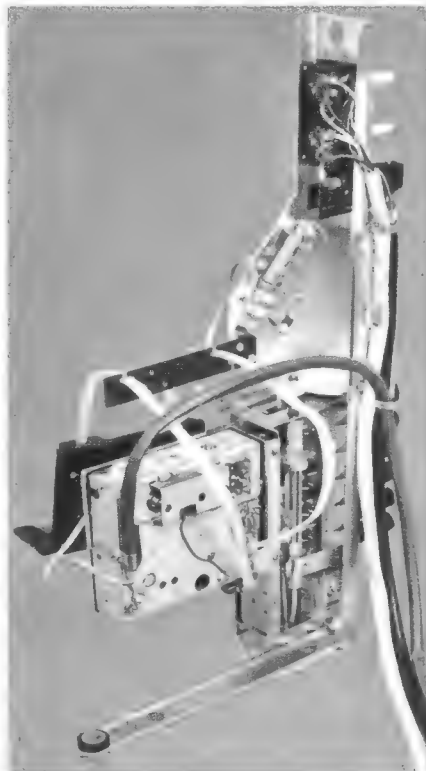
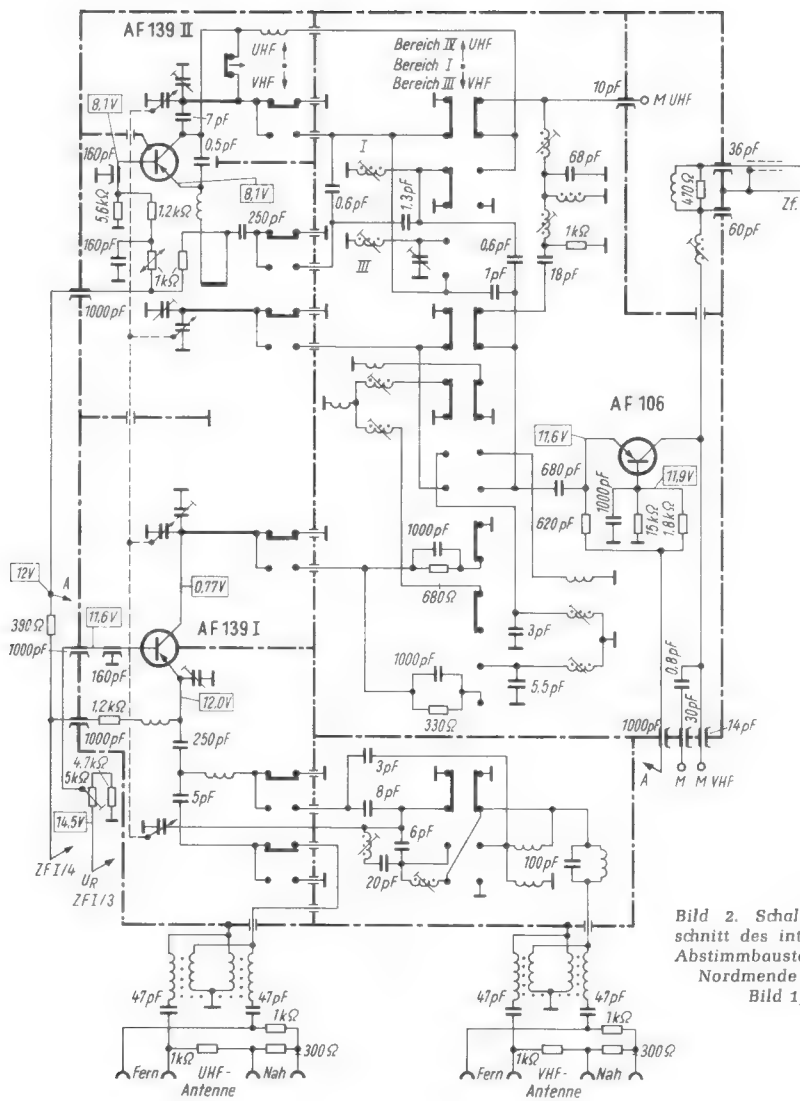

Bild 1. Integrierter Abstimm-satz für Nordmende-Fernsehempfänger mit 5 bzw. 6 Tasten
Bild 2. Schaltplananschnitt des integrierten Abstimmbausteins von Nordmende (siehe Bild 1)
*Nordmende* hat in diesem Jahr alle Empfänger bis auf ein Modell (TV 6005) mit einem solchen integrierten Tuner (Bild 1) ausgestattet. Seine Schaltung ist in Bild 2 dargestellt. Wesentlich bei dieser Konstruktion ist die Ausnutzung des VHF-Transistors AF 139 als zusätzliche (vierte) Zf-Stufe in Schaltstellung UHF; dadurch wird die gesamte Zf-Verstärkung im UHF-Empfang beträchtlich verbessert. Die drei Transistoren in Bild 2 werden folgendermaßen ausgenutzt: